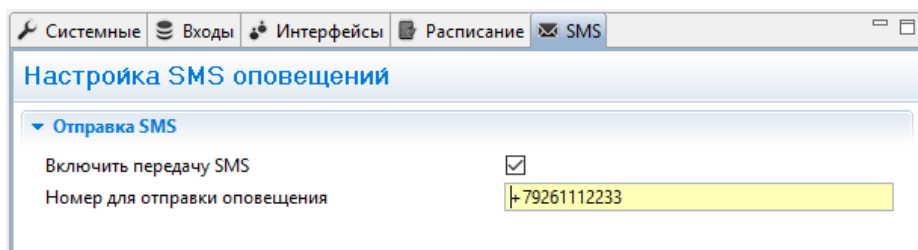

Рис. 55. RTU Configuration Tool. Настройка SMS оповещений.
2. В строке **Номер для отправки сообщений** укажите номер, на который будут отправляться сообщения (Рис. 55).